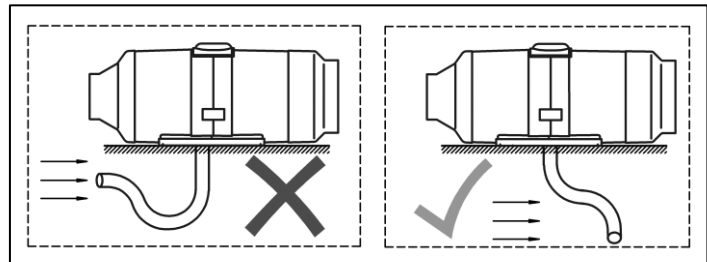

Abb. 5 - Position des Luftansaug-/Abgasrohres
Achten Sie darauf, dass die Öffnung nach unten zeigt (siehe Abb. 5). Wenn das ist nicht möglich ist, muss ein  $\varnothing 3\text{mm}$  Loch an der tiefsten Stelle des Rohres gebohrt werden.
Der Auslass des Auspuffrohres muss nach **unten gerichtet** installiert werden (**Abb. 5**), sollte sich jedoch in einer Position befinden, die ein Verstopfen oder Eindringen von Schnee und Schmutz verhindert und zudem einen freien Abfluss des in ihn eingedrungenen Wassers gewährleistet.
**Platzieren Sie die Ausgangsöffnung des Abgasrohres nicht vor dem einströmenden Luftstrom des fahrenden Fahrzeugs oder Behälters (siehe Abb. 5).**